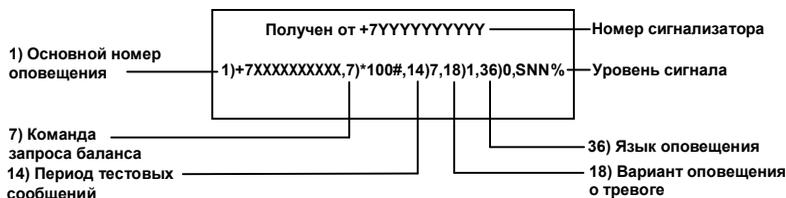

Рис.8 Пример SMS с настройками
Сигнализатор отправляет на номера оповещения сообщения о тревоге (рис.5) и/или звонит на номера оповещения (в зависимости от настроек – см. табл.4, параметр №18). На основной номер оповещения так же приходят сообщения о добавленных номерах (п.2.4), сообщения с настройками (рис.8), сообщения об автовозврате в режим «Охраны» (рис.6) и тестовые сообщения содержащие баланс.
4. По окончании одной минуты после последнего звонка, сигнализатор на основной номер отправит SMS с настройками (рис. 8) и перейдет в режим «Охраны».